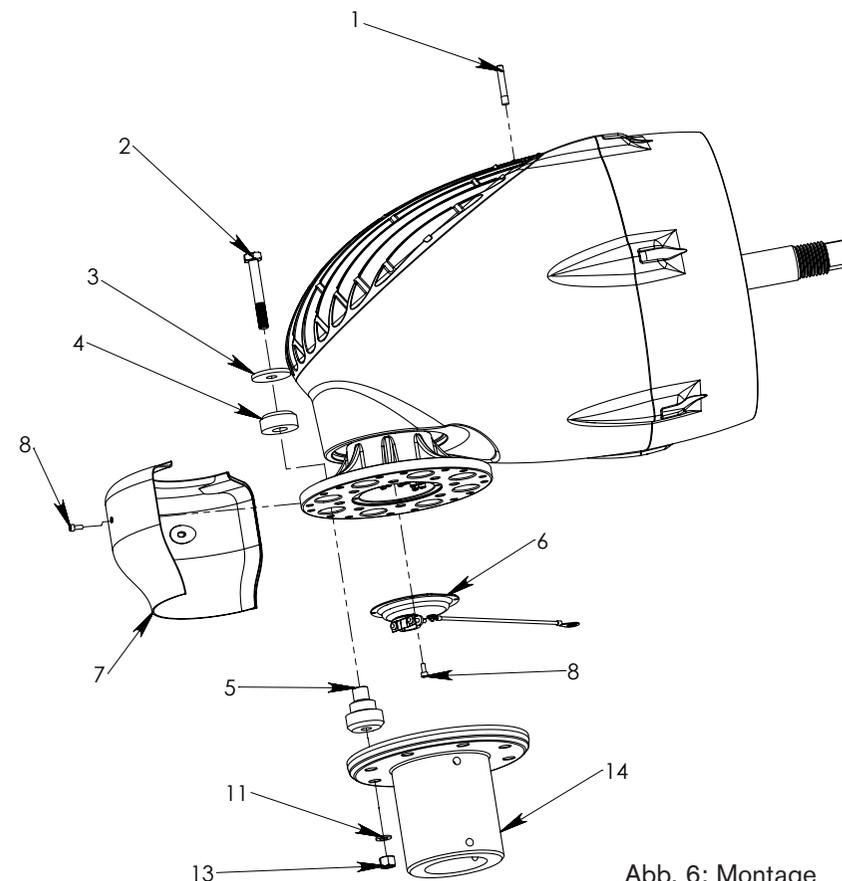

Abb. 6: Montage Windnachführung und Antenne
- Montieren Sie die Schwingungsabsorberhälften (Element 4 und 5) an der Windnachführung wie in **Abbildung 6 dargestellt**. Beachten Sie, dass die Ausrichtung der Schwingungsabsorber sehr wichtig ist, montieren Sie daher die Elemente so wie in der Abbildung dargestellt.
- Führen Sie die Schwingungsabsorber-Schrauben und -Pufferscheiben wie in Abbildung 6 dargestellt von **„oben“ in den Schwingungsabsorber ein**.
- Montieren Sie die Schutzabdeckungshälften für die Windnachführung mit vier M5-Innensechskantschrauben. Siehe **Abb. 6**.